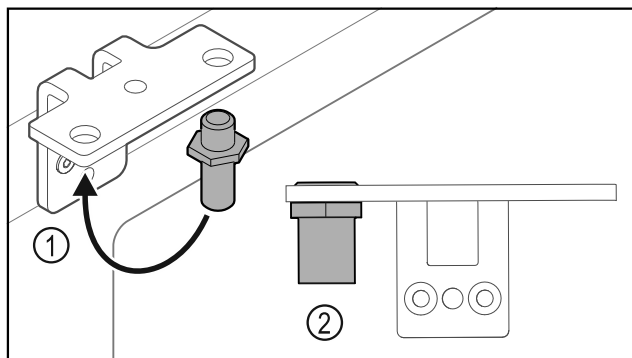

Fig. 37
- ▶ Pārļieciet tapu Fig. 37 (1) lokāmajā kronšteinā.
- ▶ Pievelciet tapu Fig. 37 (2) ar **griezes momentu 12 Nm**.